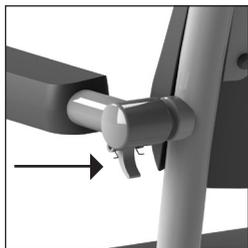

Abbildung 10 Armlehne.
- Die Armlehnen können entriegelt werden, indem der Sicherungstift beim Gelenkpunkt am Gestell eingedrückt wird (Siehe Abbildung 10). Danach kann die Armlehne für den Patienten zur Seite gedreht und nach oben geklappt werden.